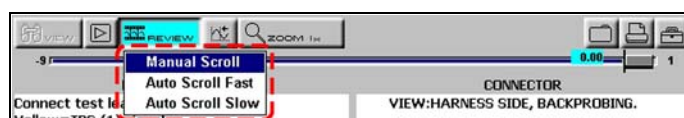

Abbildung 4-24 Scroll-Optionen (Beispiel)
1. Drücken Sie bei ausgewählter Schaltfläche **ANSICHTY/✓** erneut, um das Menü der Scroll-Optionen anzuzeigen. (Abbildung 4-24)